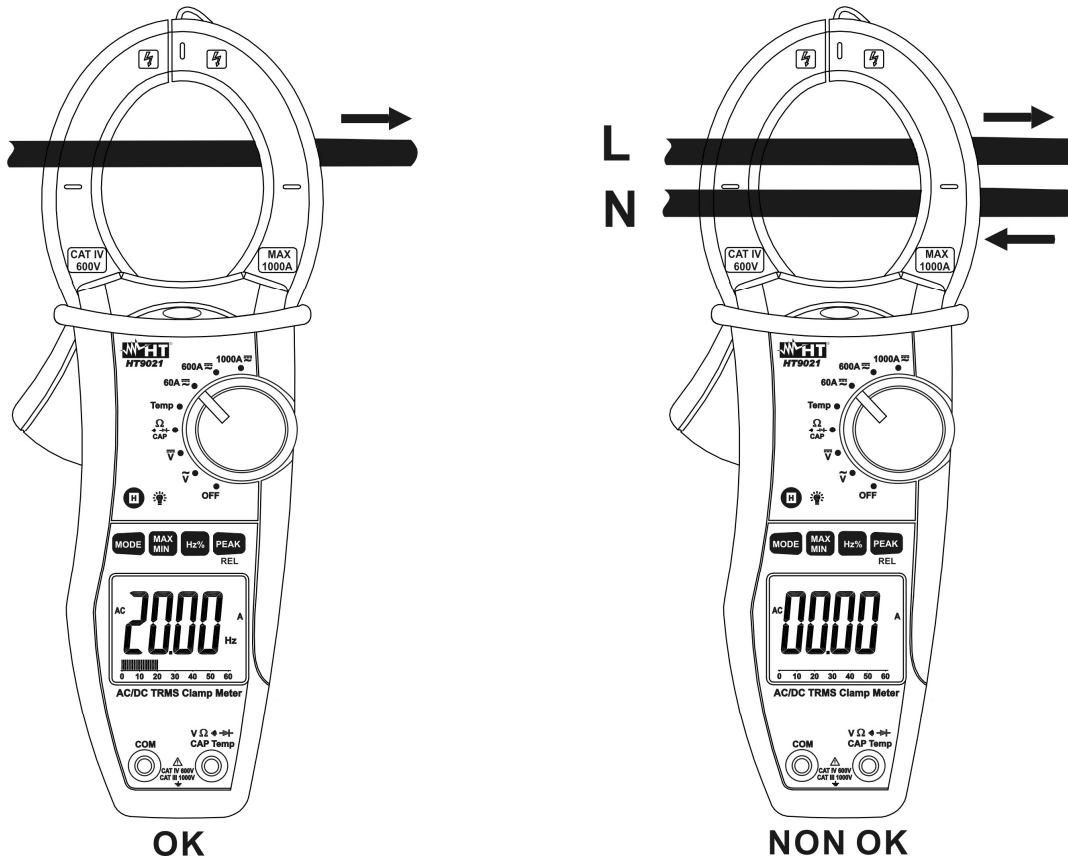

Fig. 9: Uso da pinça para medição de correntes CA e CC
5. Para a medição de correntes CC a visualização do símbolo “-” indica que o instrumento está inserido ao contrário do sentido da corrente (ver Fig. 9).